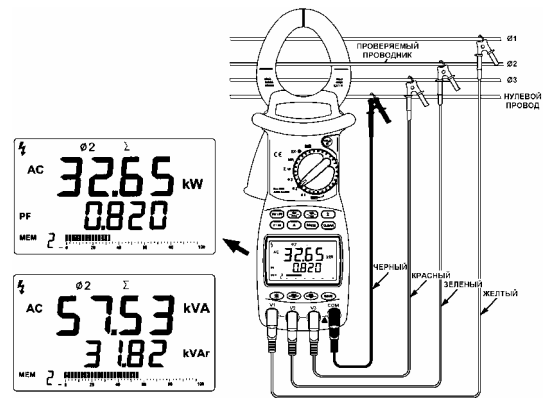

Рисунок 13. Измерение мощности для второй фазы
- Установите поворотный переключатель в положение "02" (для измерения второй фазы); обхватите клещами проводник второй фазы проверяемой трехфазной цепи, измерение параметров мощности производится соответственно нажатием кнопок **kWPF** и **kVA**. В обоих случаях после появления на ЖК-дисплее результатов измерения необходимо нажать кнопку **Σ** для их последовательного суммирования. Процедура измерения аналогична измерению для первой фазы (см. рис.13).